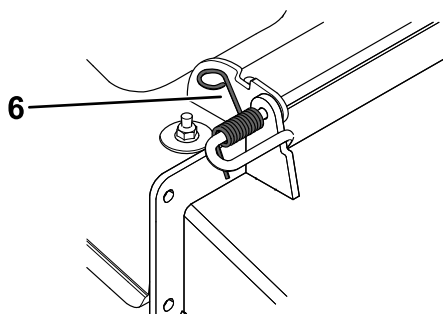

Figura 77
1. Retire o contrapino da extremidade da vareta (Figura 77).
2. Desengate a mola da ranhura no suporte do defletor e deslize a barra para fora dos suportes soldados da plataforma, mola e defletor de descarga (Figura 77).
9. Instale o contrapino na extremidade da vareta (Figura 77).